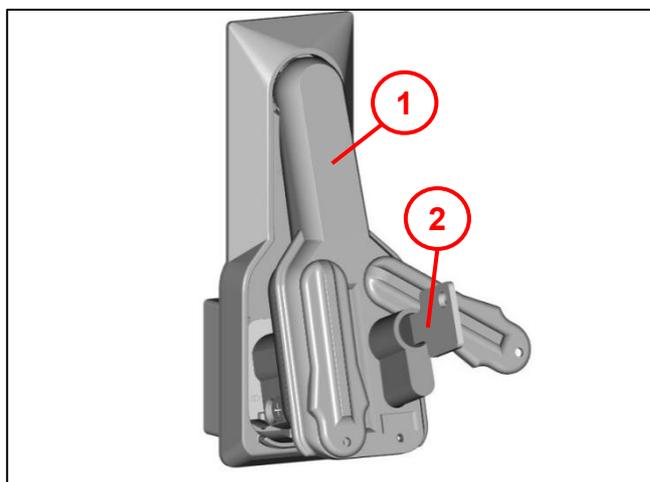

Abb. 38
- Bei geöffnetem Schloss, die Transportsicherung (1) nach hinten herausziehen.
- Schraube M5x20mm (2) entnehmen.
- Weiter bei Abb. 38.